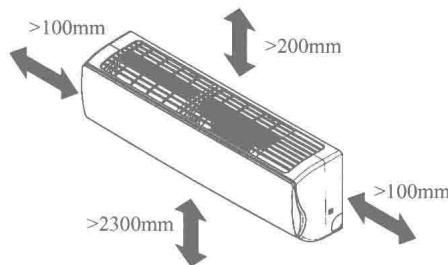

图 1-1 室内机的安装位置
- (1) 机器不能安装在靠近任何热源或蒸汽源。
- (2) 机器四周不可有任何遮蔽物。
- (3) 应放置在室内空气循环良好、易于排水之处。
- (4) 不能安装在门口附近。
- (5) 机器安装于墙壁的位置越高越好，但至少墙壁高度需超过 2300mm，与天花板保持 200mm 的距离，左侧（或右侧）需与墙壁保持 100mm 以上的距离，如图 1-1 所示。